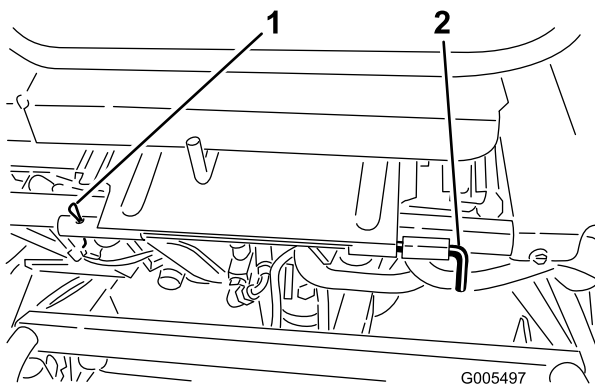

Figure 36
3. Abaissez le siège et retirez la goupille fendue qui fixe l'axe de pivot du siège au bâti (Figure 36).